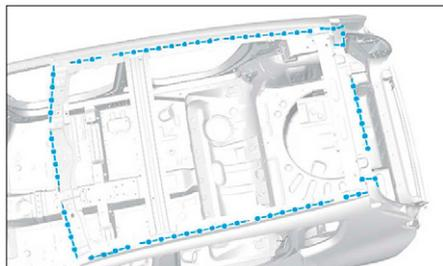

FIG. 124
- Préparer les zones d'accostage et les protéger par un apprêt soudable (Fig.124).